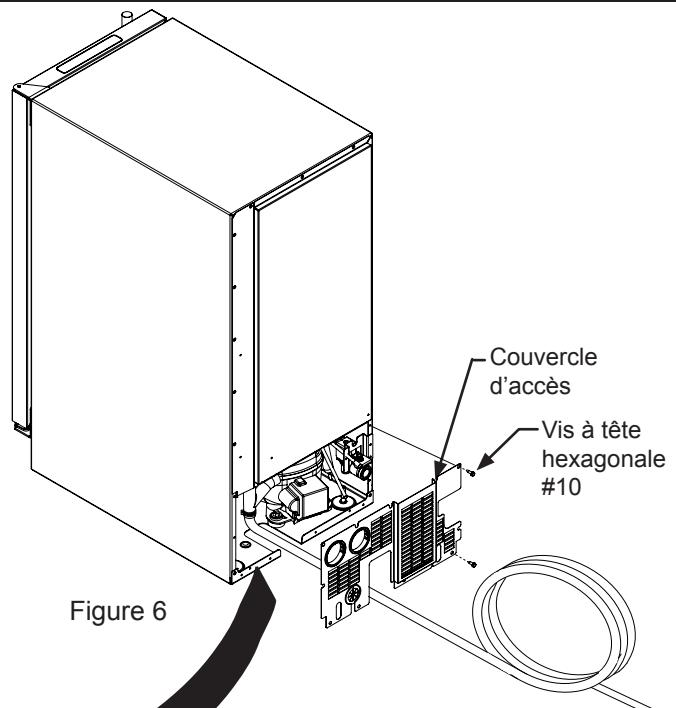

Figure 6
6) Ôtez les vis à tête hexagonale du couvercle d'accès à l'arrière avec le tourne-écrou de 5/16", et enlevez ce couvercle de la machine à glaçons (Voyez la Figure 6).